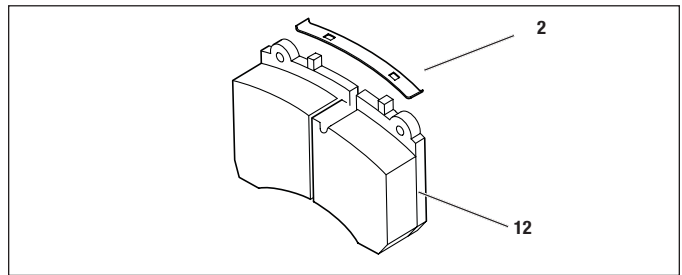

Figure 39 – Pose du ressort à lame sur la plaquette
5.2.16 Insérer une extrémité de chaque ressort à lame bleu (2) dans le tenon supérieur des plaquettes (12) (cf. Figure 39). Appuyer ensuite délicatement sur le ressort de manière à engager à fond le second tenon, en veillant à garder à l'écart les mains, les doigts, etc., pendant que le ressort se loge en place.